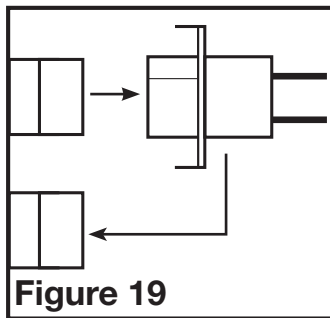

Figure 19
2. Débranchez le faisceau du condensateur au niveau du raccord de connexion rapide et retirez «l'étiquette d'impulsion» du raccord de connexion rapide sur le condensateur d'amplification (**Figure 19**).